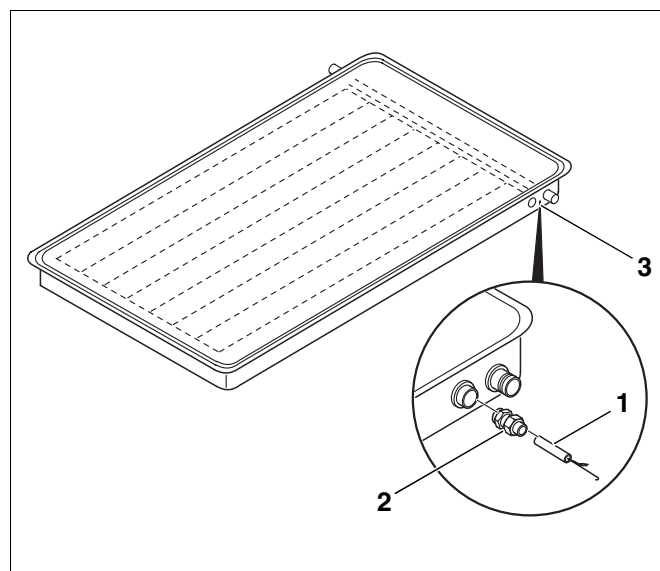
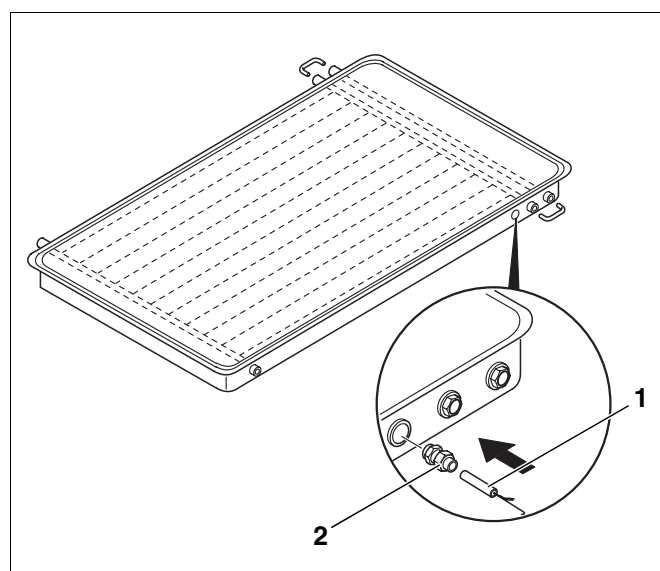

Рис. 3 Коллектор Logasol SKN
Рис. 4 Коллектор Logasol SKS
Датчик солнечного коллектора FSK упакован вместе с модулем коллектора. Способ его установки для коллектора Logasol SKN (рис. 3) такой же, как и для Logasol SKS (рис. 4).
- Вложить датчик (рис. 3 и рис. 4, **поз. 1**) в гильзу последнего коллектора. Гильза для датчика находится сверху справа на коллекторе (рис. 3, **поз. 3**).
- Для закрепления датчика затянуть резьбовое соединение (рис. 3 и рис. 4, **поз. 2**). Датчик должен сидеть в гильзе неподвижно, без зазора.
- Соединить датчик (FSK) с системой управления Logamatic 2107 (M). Для этого вставить штекер датчика в гнездо FSK (желтого цвета) модуля солнечного коллектора FM 244.